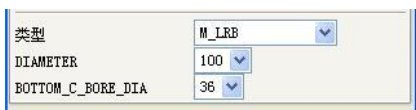
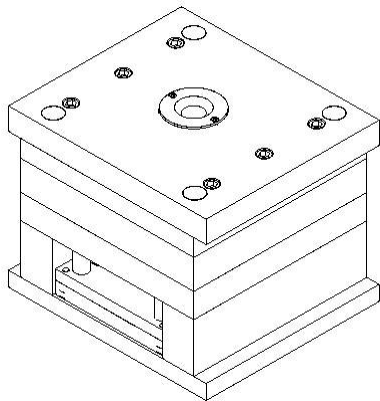

图5-40
图5-41
- 在【注塑模向导】工具条中单击【标准件】按钮，弹出【标准件管理】对话框。在【目录】和【分类】下拉列表中选择【FUTABA_MM】和【Locating Ring Interchangeable】选项，设置定位圈参数，如图 5-40 所示，然后单击 **确定** 按钮创建定位环，如图 5-41 所示。